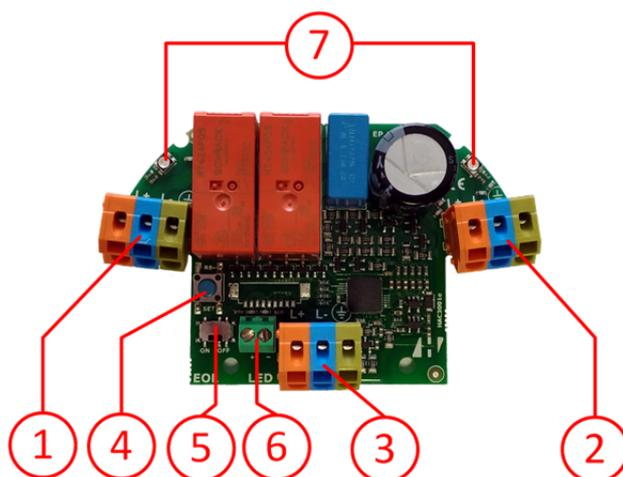

Рисунок 2.
5.1.2 Плата изолятора имеет следующие элементы коммутации, управления и индикации (см. рис.2):
- Трехконтактные клеммные колодки – для подключения к кольцевой трансляционной линии (1), (2);
- Трехконтактная клеммная колодка – для подключения к линии ответвления (3);
- Переключатель «Конец линии» (5);
- Двухконтактная клеммная колодка для подключения выносного светодиодного индикатора неисправности линии (6);
- Светодиодные индикаторы состояния линии (7);
5.2.1. Функционально изолятор представляет собой устройство способное разрывать электрическую связь между клеммами (1) и (2) (см.рис.2), при обнаружении короткого замыкания на сегментах кольцевой трансляционной линии подключенной к ним. Это позволяет локализовать неисправный сегмент линии и перенаправить сигнал от усилителя мощности на исправные сегменты линии.
5.2.3. При обнаружении неисправности трансляционной линии, включаются светодиодные индикаторы состояния (7) (см.рис.2). Информация о состоянии локализованного участка линии передаётся на контроллер изоляторов короткого замыкания Sonar LDB-0030.
5.2.4 Режим неисправности линии, отключается кнопкой сброса (удержание более 10 сек.) на контроллере Sonar LDB-0030, после чего изолятор автоматически перезагружается и восстанавливает соединение между клеммами (1) и (2) (см.рис.2).